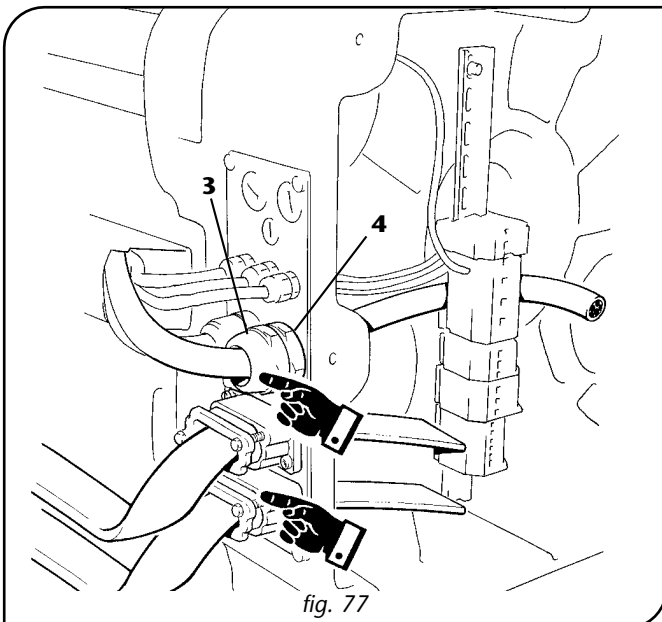

fig. 77
4. Allentare le ghiere -3- dei pressacavi -4- per cavi tondi ed introdurre negli stessi i relativi conduttori. Allentare le viti dei pressacavi per cavi piatti ed inserire negli stessi i relativi cavi piatti. Serrare a fondo tutte le ghiere dei pressacavi tondi e le viti dei pressacavi piatti (fig. 77).